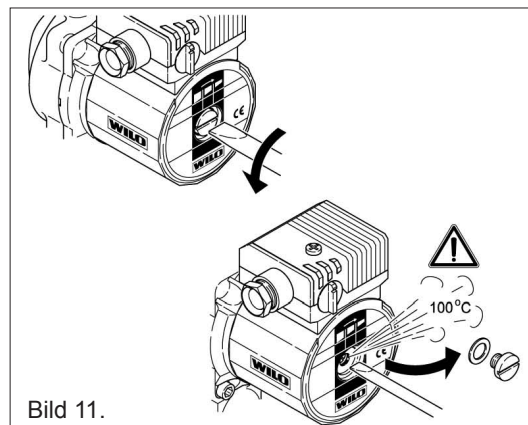

Bild 11.
3. Lossa luftskruven försiktigt med en skruvmejsel (se upp för vatten med hög temperatur). Ta bort luftskruven helt. Se bild 11.